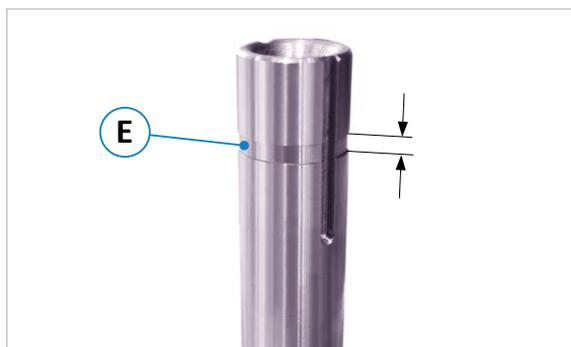

Abbildung 16: Markierung für oberen Distanzring
1. Lösen Sie an der Schnellspanmutter (M) die Spannschraube (C) mit dem im Lieferumfang enthaltenen SW4 Stiftschlüssel.
2. Danach die Fixierschraube (F) von Hand ganz aufdrehen und die Schnellspanmutter (M) durch Entnehmen entfernen.
3. Distanzringe (D) abziehen und das neue Fräserwerkzeug aufsetzen.
4. Nun ggf. erforderliche Distanzringe (D) aufsetzen. Es müssen so viele Distanzringe aufgesetzt werden, dass sich die obere Spannfläche des oberen Distanzrings in dem in ⇨ Abbildung 16 gezeigten Bereich (E) des Markierungseinstichs befindet.
5. Dann Schnellspanmutter (M) wieder aufsetzen und Fixierschraube (F) von Hand anziehen.
6. Spannschraube (C) nun mit dem SW4 Stiftschlüssel anziehen → Anzugsdrehmoment = **12 Nm**.
**Bei einem Anzugsdrehmoment der Spannschraube (C) von 12 Nm wird der Fräser mit ca. 30 kN (= 3 t) gespannt.**